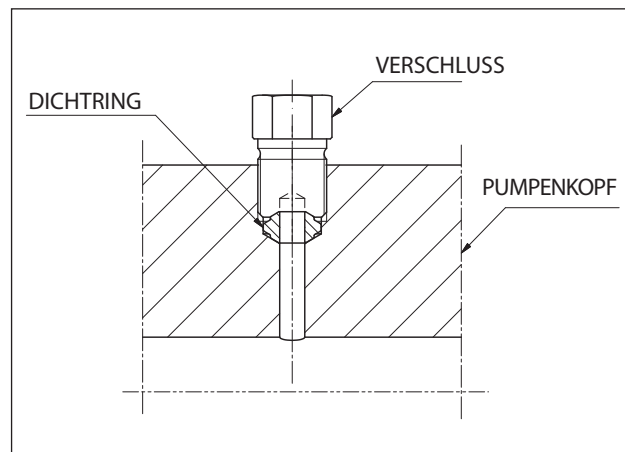
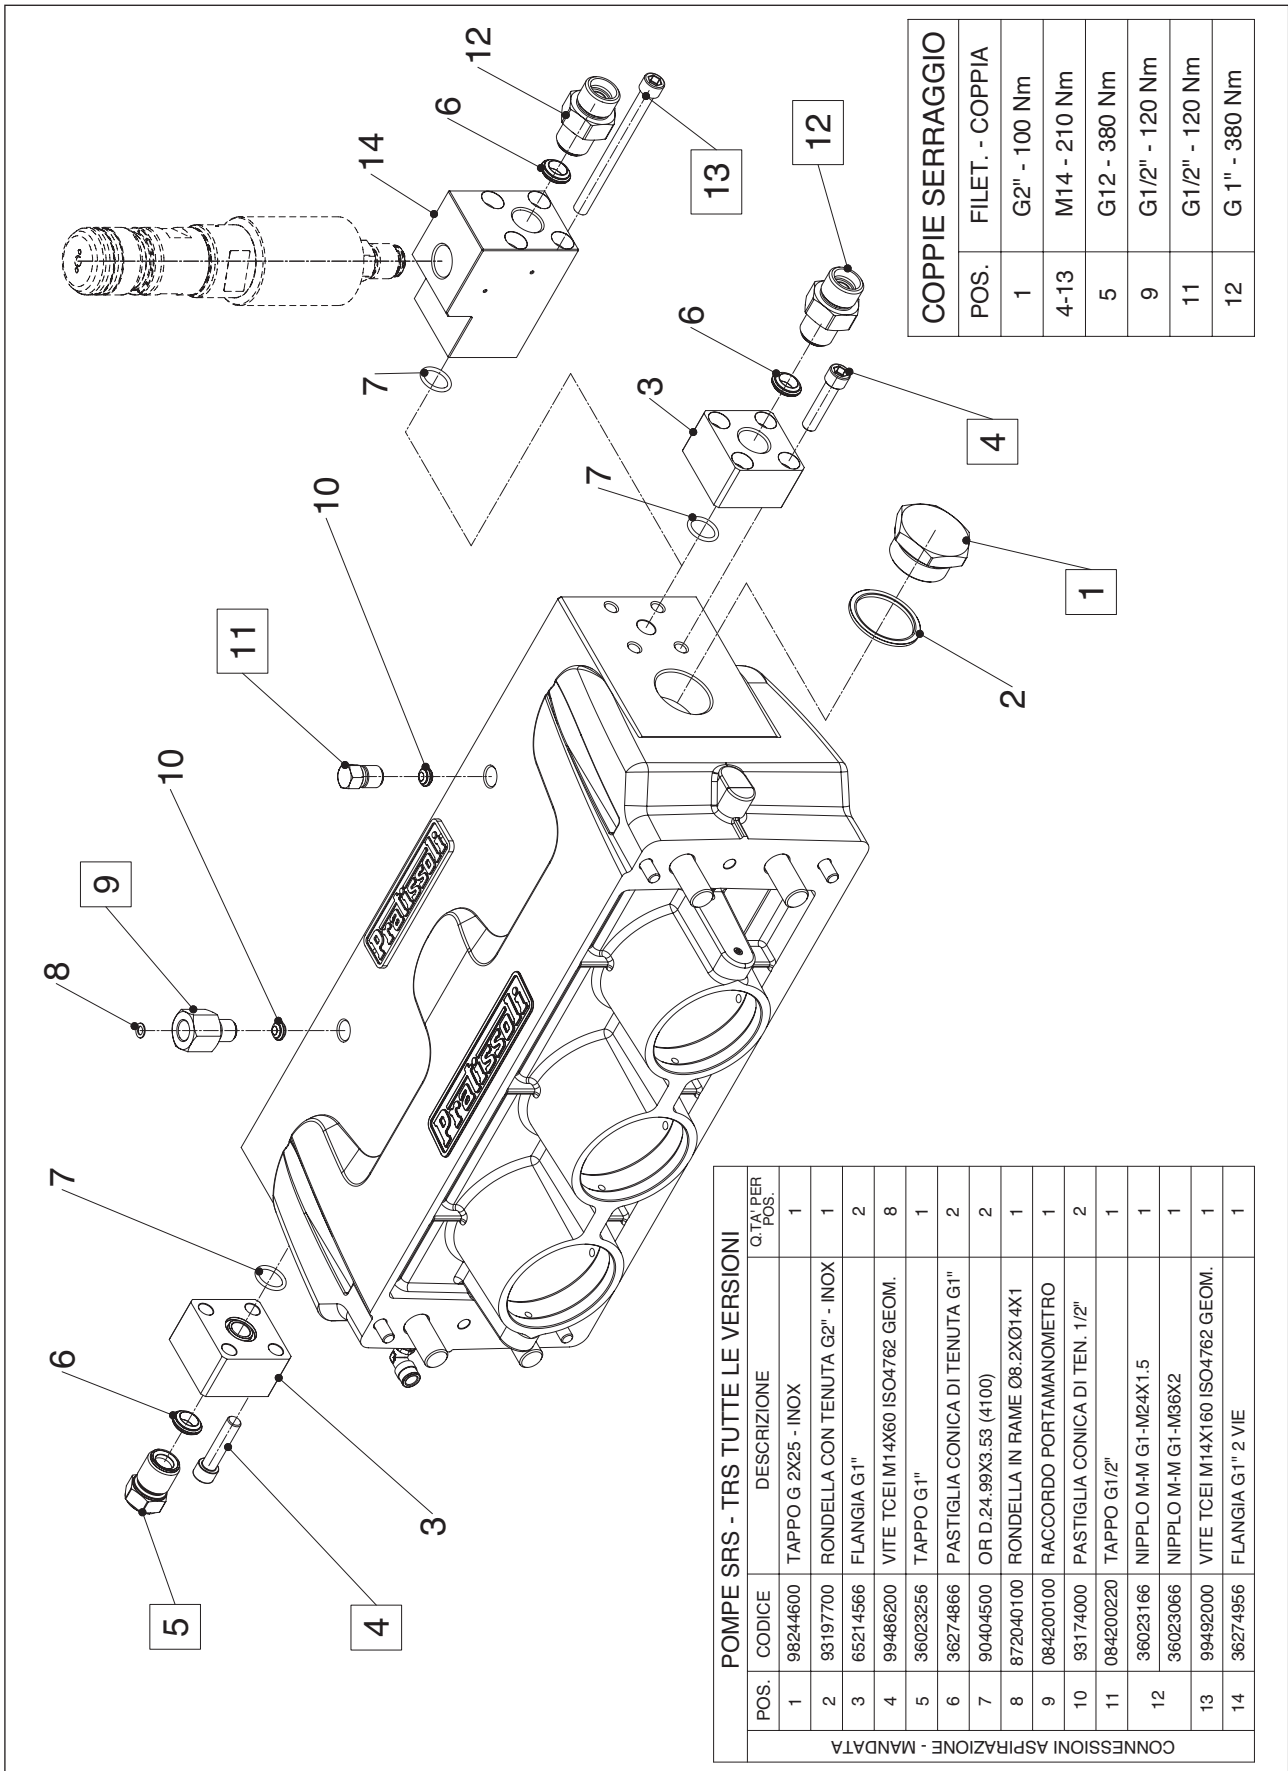

Abb. 7
Abb. 8
- 1) 2 Sauganschlüsse "IN": G2", siehe "ANSCHLUSS SAUG-/DRUCKFLANSCH SRS-TRS H.P." ART.-NR. 65951500 (Abb. 8). An welchen der beiden Anschlüsse die Leitung angeschlossen wird, ist für die Funktionstüchtigkeit der Pumpe unerheblich; nicht verwendete Anschlüsse müssen dicht verschlossen werden.
- 2) 2 Druckanschlüsse "OUT" Ø19: siehe "ANSCHLUSS SAUG-/DRUCKFLANSCH SRS-TRS H.P." ART.-NR. 65951500 (Abb. 8).
Im Lieferumfang der Pumpen SRS-TRS sind 4 kegelförmige Dichtringe aus Stahl für die Druckanschlüsse (siehe Abb. 7) oder die optionalen Anschlussflansche enthalten, mit denen die Dichtigkeit der Anschlüsse gewährleistet wird. Der Sitz des Druckanschlusses in der Pumpe ist bereits zur Aufnahme des kegelförmigen Dichtrings bearbeitet, wogegen bei Anschluss für die Druckverschraubung oder den Verschluss eine spezielle Bearbeitung erforderlich ist, siehe Abb. 8.
Für den Zusammensetzung der Saug- und Druckflansche siehe "ANSCHLUSS SAUG-/DRUCKFLANSCH SRS-TRS H.P." (Abb. 8).